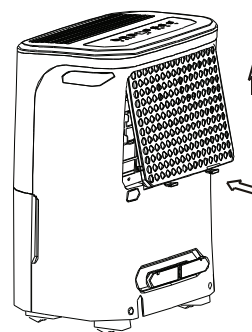

Fig. 10
- Introduceți filtrul de aer în aparat de jos în sus. Vezi Fig. 10.